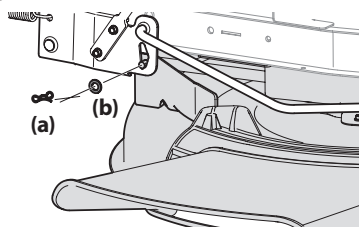

Figura 18
3. Extraiga el pasador de chaveta (a) con unión curva y la arandela plana (b) del conjunto de elevación de la plataforma y guárdelo para volver a colocarlo posteriormente. Consulte la Figura 18.